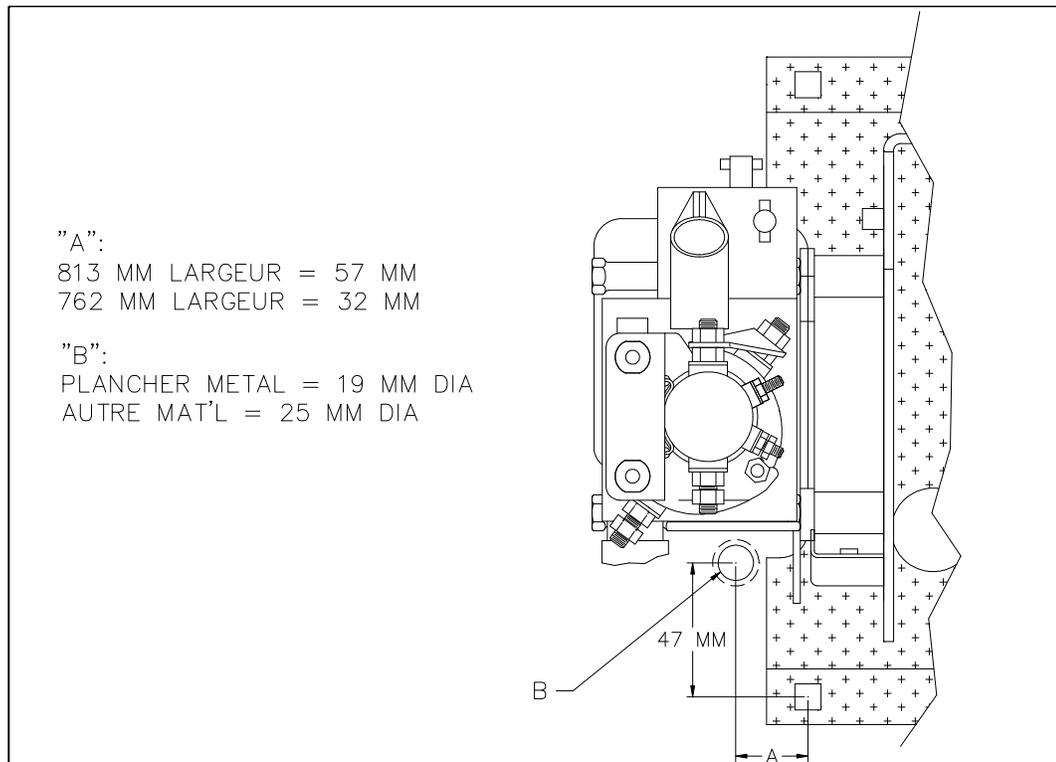

FIGURE 2-10: TROU POUR CÂBLE D'ALIMENTATION PRINCIPAL
- a. Référez à la **Figure 2-10**. Localisez et percez le trou dans la plancher près ou dessous le couvert de la pompe de façon à ce que le câble puisse rejoindre le côté gauche du solénoïde, le côté opposé où le solénoïde est branché à la pompe. Le trou percé pour passer le câble électrique devrait être caché par le couvercle de la pompe.